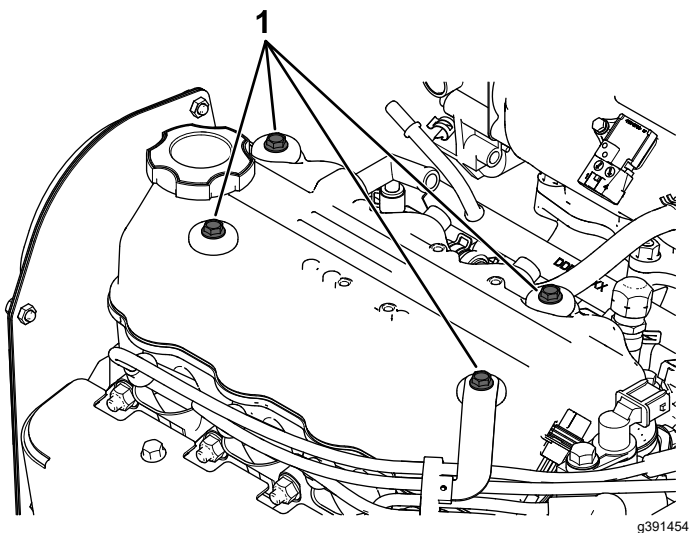

Figura 36
1. Retire del motor los 4 pernos que se muestran en la Figura 36.